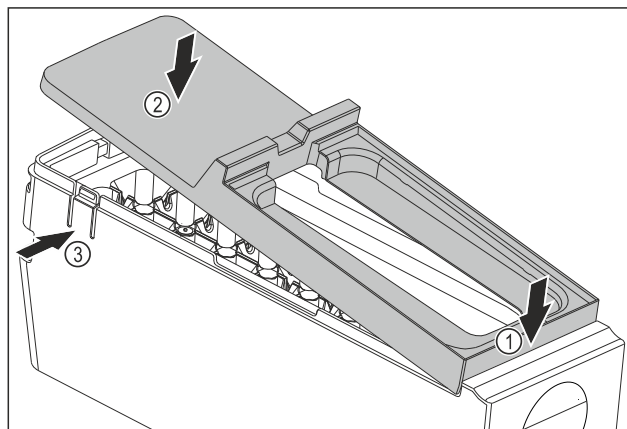

Fig. 146
- Montare la copertura del corpo dell'EasyTwist-Ice: Applicare la copertura sul davanti. Fig. 146 (1)
- Abbassare la copertura sul retro. Fig. 146 (2)
- La copertura si innesta in entrambe le linguette Fig. 146 (3) in modo udibile.